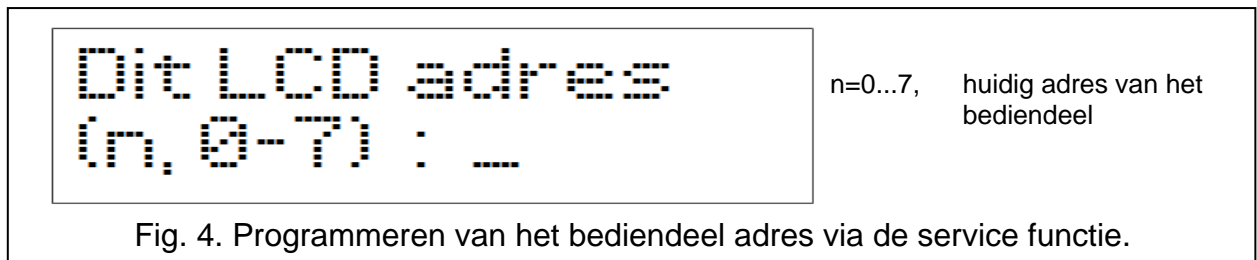

Fig. 4. Programmeren van het bediendeel adres via de service functie.
4. Het bericht zoals in Fig. 4 getoond zal worden weergegeven in alle bediendelen welke aangesloten zijn op het alarmsysteem.